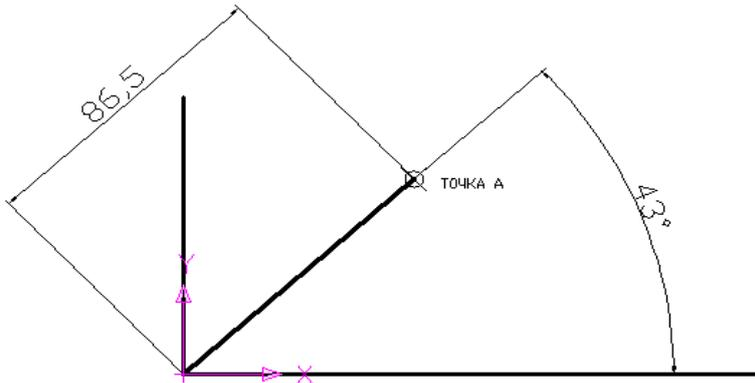

Рис.2.20. Пример построения точки с использованием полярных координат
12. Отключите режим ОРТО и с помощью команды **Точка** постройте точку А с использованием полярных координат, если точка А, находится на расстоянии 86,5 мм от начала координат; угол между осью Х и отрезком, соединяющим начало координат и рассматриваемую точку А, равен 43° (Рис.2.20).